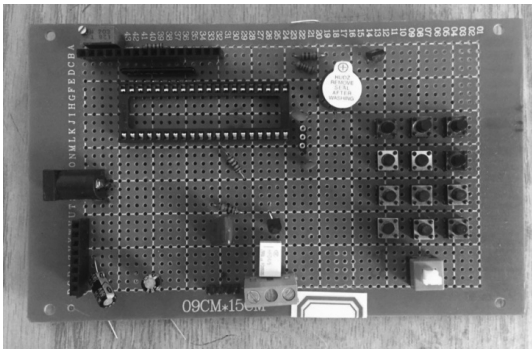

图 3-8 射频 13.56M 一卡通门禁系统元器件布局
(2) 将元器件按照图 3-8 所示进行布局,记好各个元器件的坐标位置,特别是区分正负极性的电容、三极管。